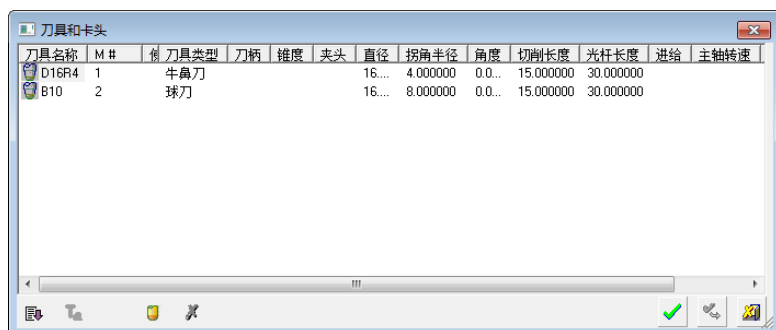

图 4-80 “刀具和卡头”对话框 (2)
2) 选择刀具。单击“刀具和夹头”按钮，弹出“刀具和卡头”对话框（2），选择 D16R4 牛鼻刀，如图 4-80 所示。